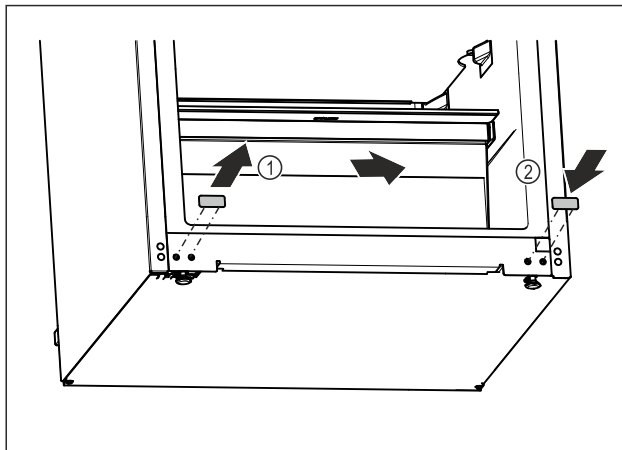

Fig. 13
- Retirer le cache de recouvrement. Fig. 13 (1)
- Placer le cache de recouvrement du côté opposé. Fig. 13 (2)